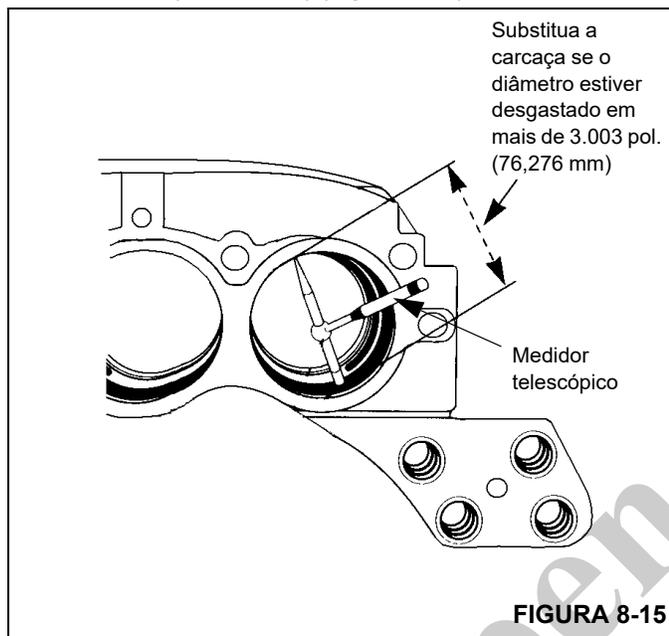

FIGURA 8-15
- Meça o diâmetro do furo da carcaça. Substitua a carcaça se o diâmetro, devido ao desgaste, for superior a 3.003 pol. (76,276 mm) (Figura 8-15).